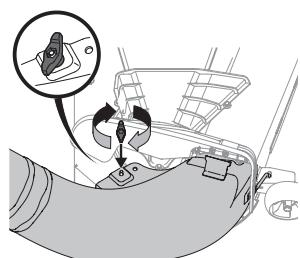

Figura 23
5. Fije la bota en la plataforma de corte usando una perilla de aletas (720-04122) a partir de la paquete de herramientas 689-01419. Consulte la Figura 23.